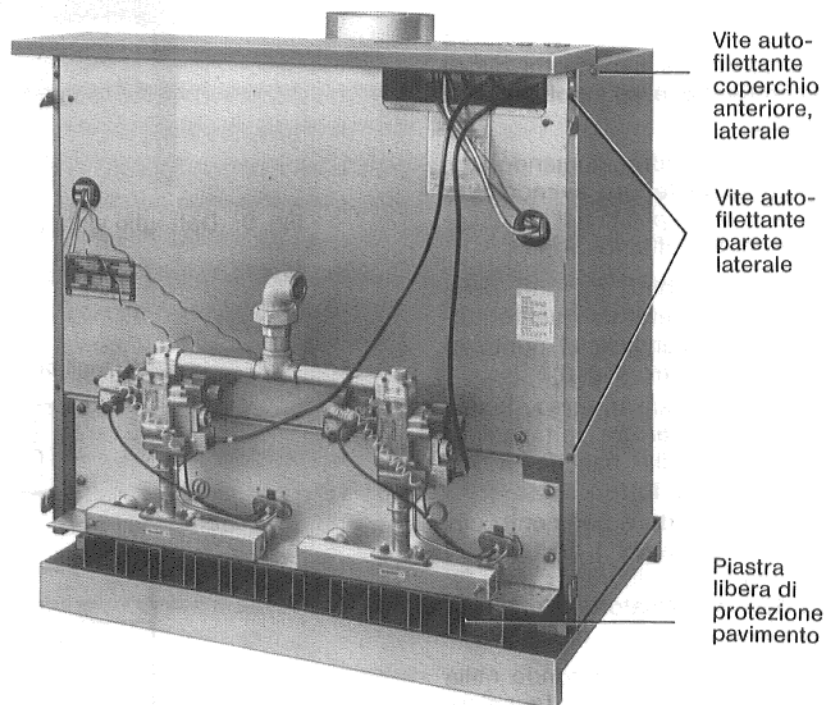

Fig. 7: G_324, parte anteriore
- Verificare la posizione della piastra di protezione pavimento (Fig. 7): Deve coincidere alla piastra di schermo verticale posteriore.
1. Fissare una parete laterale, anteriormente alla parete intermedia, in alto ed basso, con una vite autofilettante (Fig. 7).
7. Fissare entrambe le alette del coperchio anteriore alle pareti laterali per mezzo di due viti autofilettanti (vedi Fig. 7).